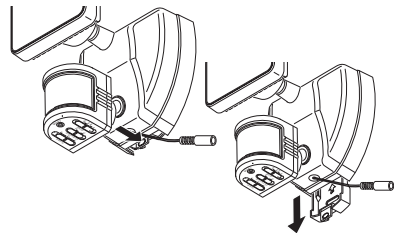

Figura 1
1. Pulse la lengüeta inferior de la placa de montaje en pared y deslice la placa de montaje del cuerpo del aparato (ver Figura 1).